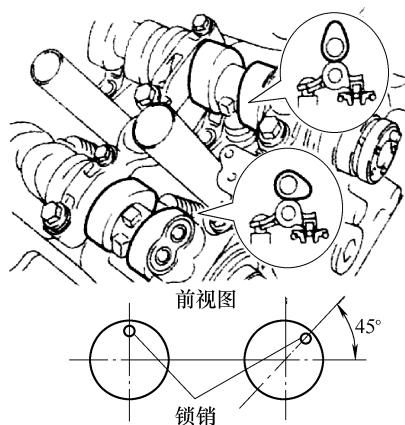

图 1-134 检查凸轮轴位置
② 用扳手固定住凸轮轴的六角头部分，并拆下 2 个螺栓和 2 个凸轮轴正时齿轮总成。
③ 拆下 2 号链条总成。
① 检查并确认凸轮轴位于如图 1-134 所示部位。